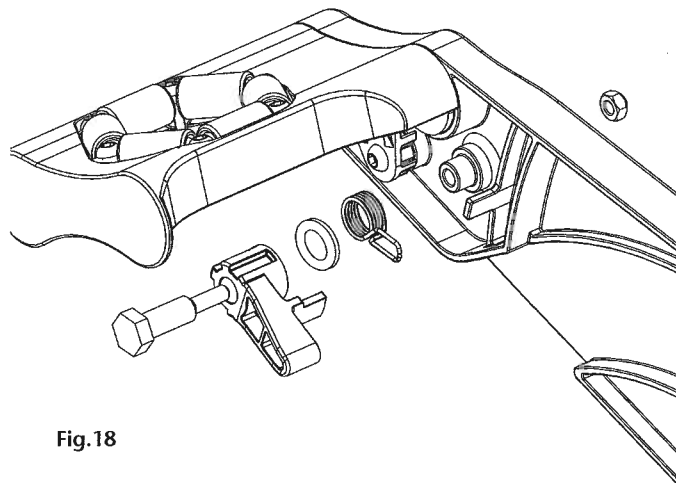

Fig.18
- Remove the nut that fixes the latch (fig.18).
- Quitar la tuerca que une el trinquete con el brazo del enrollador (fig.18).